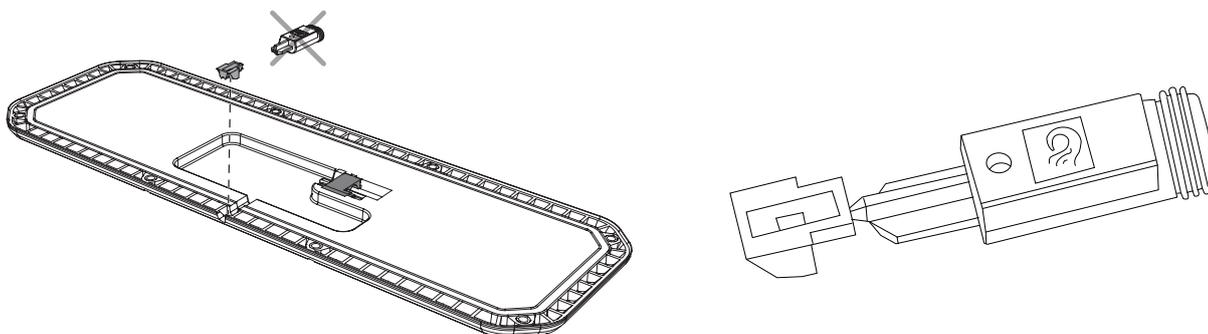

Figura 56. Montaje del tapón para sellar el UCU.
4. Suelte con cuidado la parte exterior del tapón y encaje la toma. Figura 56